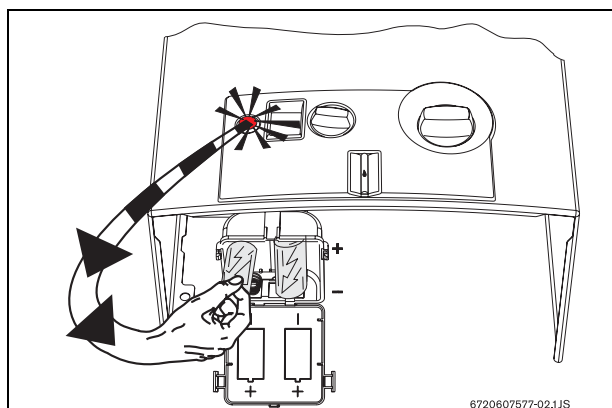

Fig. 8 Substituição das pilhas
- ▶ Instalar correctamente as duas pilhas (Fig. 8) tipo R de 1,5V fornecidas com o aparelho.